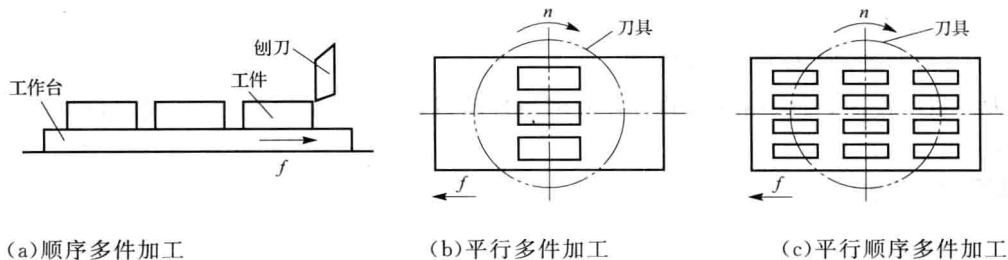

图 1-11 多件加工
(3)采用多件加工。这种方法是通过减少刀具的切入、切出时间或者使基本时间重合,从而缩短每个零件加工的基本时间来提高生产率的。多件加工的方式有以下三种:顺序多件加工、平行多件加工及平行顺序多件加工,如图 1-11 所示。